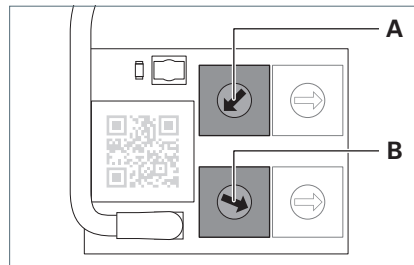

Fig. 6: Zwei Drehcodierschalter für die Bereichszuordnung.
- ▶ Um die erste Stelle von rechts der zweistelligen, hexadezimalen Bereichsadresse einzustellen, stellen Sie den Drehcodierschalter **A** auf den gewünschten Wert, siehe Fig. 6.